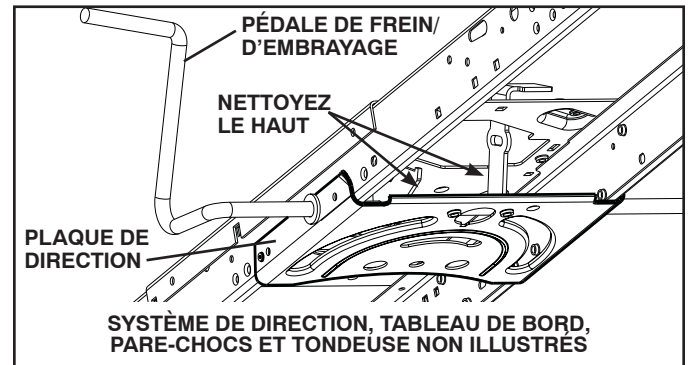

Fig. 24
- Nettoyez toute trace de débris sur la plaque de direction. Les débris peuvent empêcher le mouvement de l'arbre de la pédale de frein/d'embrayage, provoquant le glissement de la courroie avec perte d'entraînement. Voir Fig. 24.